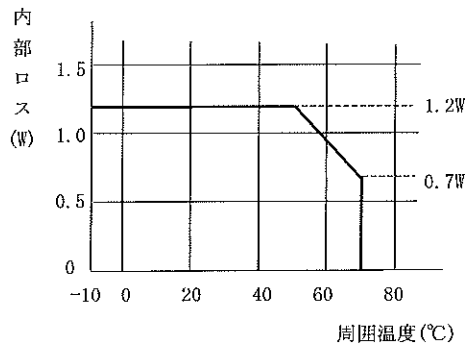

図6. 減定格曲線
- d). 図6「減定格曲線」から、求められた内部ロスにおける最高周囲温度が決定されます。周囲温度の上限は、以下の式でも算出できます。
- e). 図6の「減定格曲線」から、算出した内部ロスにおける本製品の最高周囲温度が決定されます。